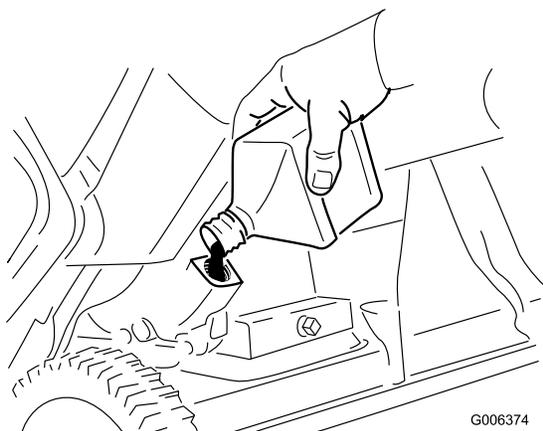

Figure 33
8. La machine étant en position d'utilisation, versez **lentement** de l'huile dans l'orifice de remplissage. Patientez 3 minutes pour donner le temps à l'huile de se stabiliser et ajoutez une quantité suffisante pour atteindre le point de trop-plein. Il ne devrait rester que très peu, voire pas du tout d'huile dans le bidon (Figure 33).